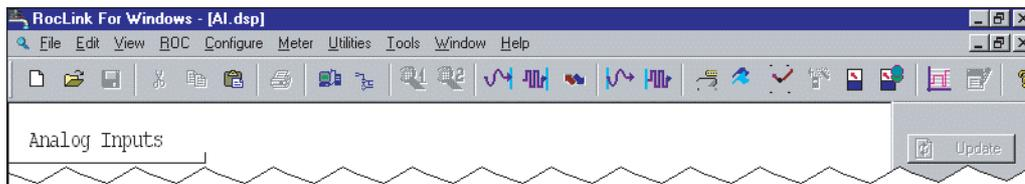

Figure C-4. Nova Exibição, Exemplo 3
13. Com o cursor na linha abaixo de Analog Inputs, digite “a” repetidamente para criar uma linha dupla horizontal. Consulte a Figura C-4.